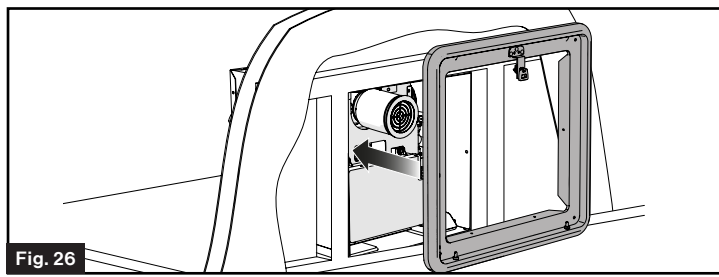

Fig. 26
4. Coloque el marco de la puerta en la carcasa del calentador de agua con las bridas interiores situadas dentro del cuerpo del calentador de agua, y presione firmemente contra la pared lateral. (Fig. 26)